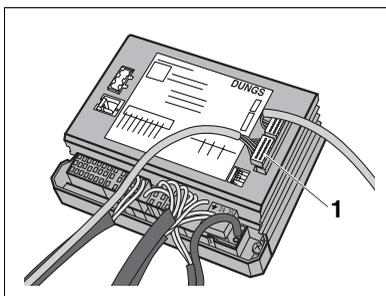

Abb. 10 MPA-Handterminal anschließen
- Entfernen Sie am Gasfeuerungsautomaten MPA50.02 den Blindstecker (Abb. 10, Pos. 1).
- Stecken Sie den Stecker des MPA-Handterminals in die dafür vorgesehene Schnittstelle (Abb. 10, Pos. 1).
- Stecken Sie den Blindstecker in die dafür vorgesehene Schnittstelle (Abb. 10, Pos. 1).